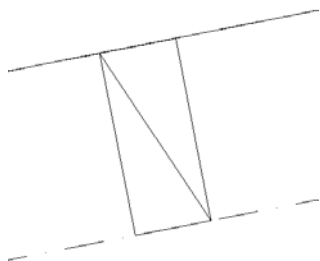

图 15.87 停车位
(2) 执行多段线命令，在两条间距为 6000 的平行线之间绘制停车位轮廓线，执行直线命令，在车位轮廓线中画直线的车位平面图，如图 15.87 所示。